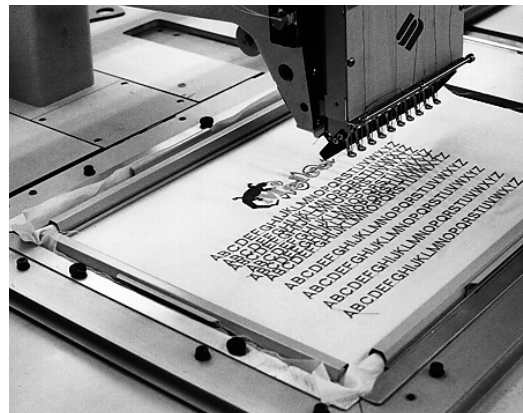

Abbildung 3-7
6. Beginnen Sie hinten und schieben die Klemmen nach unten über die hintere Halterung. Stellen Sie sicher, daß die Hebeschlaufen nicht zum Stickfeld gerichtet sind (siehe Abbildung 3-7).